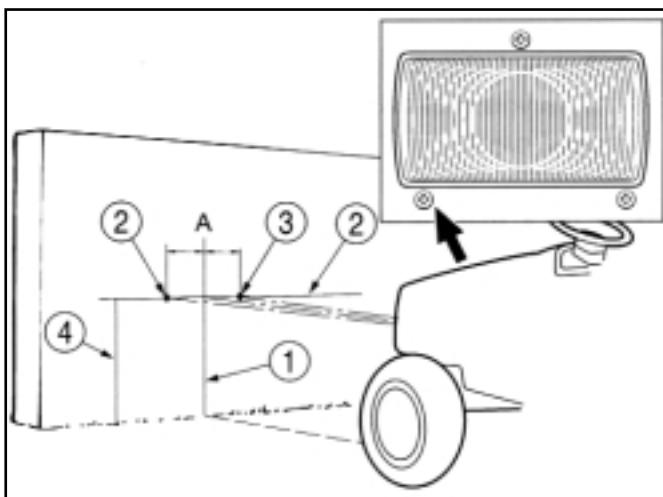

FIG. 134 / ABB. 134 / FIG. 134
Pour régler les feux de route vissez/dévissez les 3 vis (Fig. 134) en fonction du besoin; le faisceau de lumière sera déporté vers le haut, le bas ou le côté en conséquence.
1. Placez le tracteur à une distance de 2 mètres face à un mur ou une paroi (Fig. 134).
3. Dessinez une ligne verticale (1) à travers ce point.
4. Dessinez une ligne horizontale (2) à travers la ligne verticale (1) à la hauteur des phares (4).
5. Marquez deux points (3) sur la ligne horizontale représentant la distance entre les deux phares, à distance égale de la ligne verticale (1).
6. Réglez chaque phare individuellement en obscurcissant l'autre, de sorte que les points (3) marqués sur le mur ou la paroi se trouvent au centre du faisceau de lumière. Le centre du faisceau peut être trouvé en marquant les extrémités du faisceau tant verticalement qu'horizontalement et en divisant les valeurs mesurées par deux.
Zum Ausrichten der Scheinwerfer die drei Schrauben (Abb. 134) nach Bedarf hinein- oder herausdrehen, um die Leuchtweite einzustellen.
1. Den Traktor 2 m vor eine Wand oder Mauer stellen. (Abb. 134)
3. Eine senkrechte Linie (1) durch diesen Punkt ziehen.
4. In Scheinwerferhöhe (4) eine horizontale Linie (2) durch die Senkrechte ziehen.
5. Den Abstand der beiden Scheinwerfer (3) auf der horizontalen Linie anzeigen. Die beiden Punkte müssen jeweils gleich weit von der senkrechten Linie (1) entfernt sein.
6. Die Scheinwerfer einzeln einstellen. Dabei jeweils den anderen Scheinwerfer verdecken. So einstellen, daß die Punkte (3) an der Wand im Mittelpunkt des Strahls liegen. Die äußersten vertikalen und horizontalen Punkte des Strahls markieren und die Abstände halbieren, um die Mitte des Strahls ausfindig zu machen.
Om de koplampen af te stellen schroeft u de drie schroeven (Fig.134) los of vast naar behoeft. Zo kunt u de stralenbundel van de koplampen naar boven, naar beneden of zijdelings afstellen.